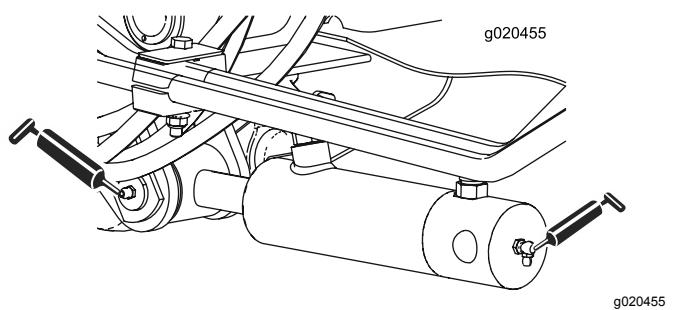

Bild 71
- Zwei (an jeder Seite) Hubarm-Zylinderbüchsen (Bild 71)